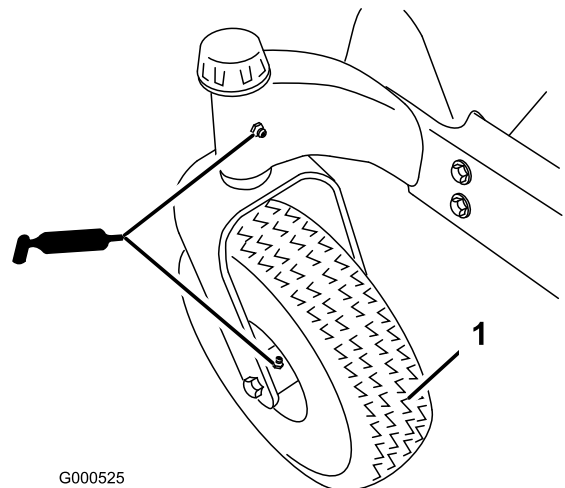
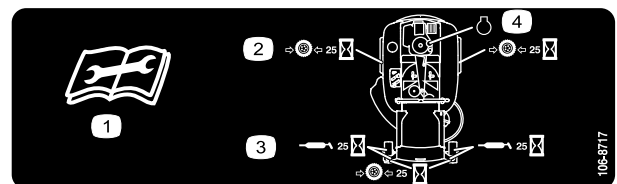

Figura 30
Figura 31
3. Pulite i raccordi d'ingrassaggio (Figura 30 e Figura 31) con un cencio, e togliete eventuali tracce di vernice davanti ai raccordi.
4. Collegate un ingrassatore a pressione a ciascun ingrassatore (Figura 30 e Figura 31). Pompate del grasso nel raccordo finché non inizia a fuoriuscire dai cuscinetti.